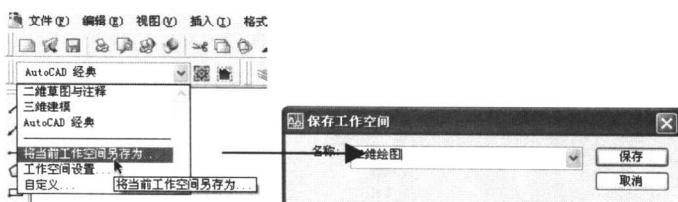

图 1.7 另存工作空间
- (10) 单击并拖动浮动工具栏顶端蓝色标题区域，移至界面的四周，可将其锁定在该位置。用同样方法可以将其他的工具栏锁定在界面的一侧。
- (11) 在工作空间下拉列表框中选择【将当前工作空间另存为】选项，弹出【保存工作空间】对话框，输入新的工作空间名称“二维绘图”，单击【保存】按钮，如图 1.7 所示。